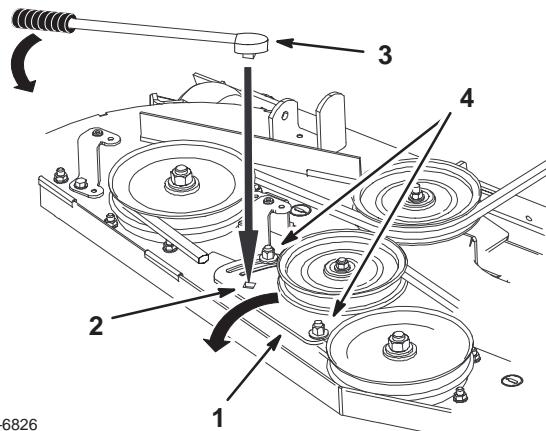

Figure 76
4. Desserrez l'écrou de fixation de la plaque du bras de tension et déplacez la plaque pour détendre la courroie sur la poulie de tension. Déposez ensuite la courroie usée du plateau de coupe (Fig. 76).
- Si un réglage est nécessaire, desserrez la plaque du bras de tension et effectuez le réglage (Fig. 76).
- Insérez un manche à rochet ou une barre de levier dans le trou carré de la plaque pour régler la tension (Fig. 76).
- Pour augmenter la tension de la courroie, tournez la plaque de la poulie de tension jusqu'à ce qu'une résistance soit sentie et que la rotation s'arrête. Ne continuez pas quand elle s'arrête (Fig. 76).
- Serrez les boulons de fixation de la plaque (Fig. 76).
- Réglez la tension de la courroie et la plaque de la poulie de tension au besoin et serrez fermement toutes les fixations (Fig. 76).